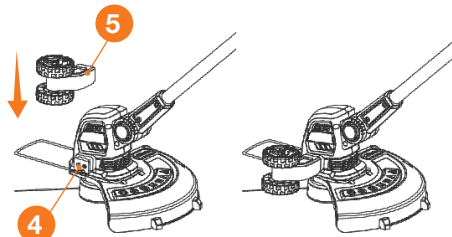

Рис. 4
- Установите дистанционные колеса **5** на изделии вставив их в крепление **4** на корпусе (Рис. 4).